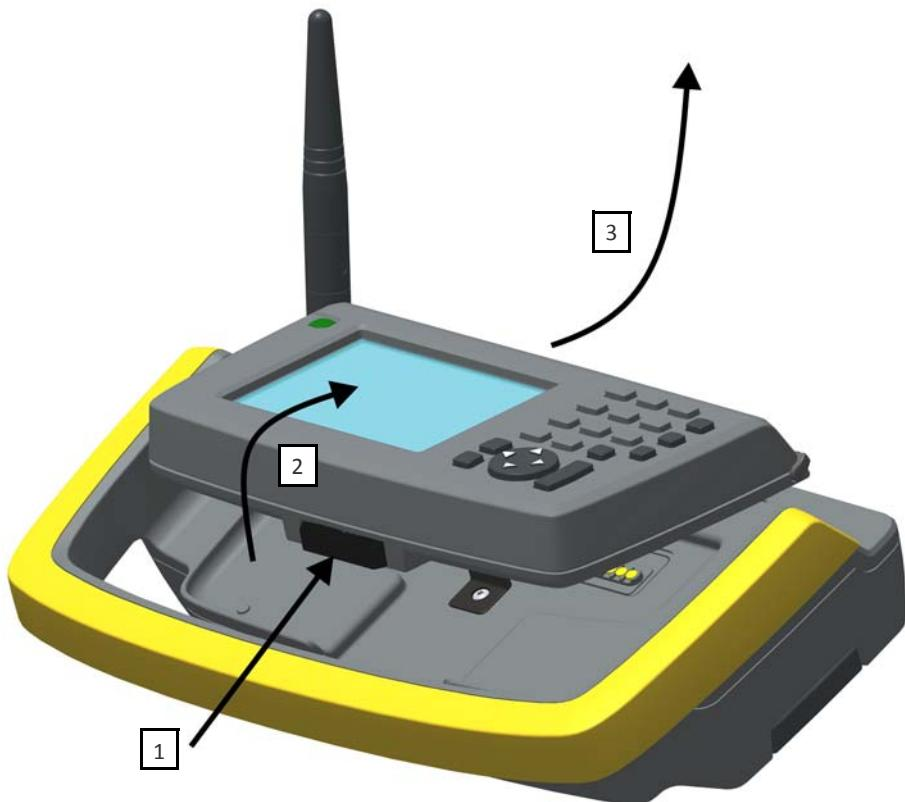

Рисунок 5.16 Снятие контроллера Trimble CU с держателя Trimble Robotic
1. Нажмите кнопку фиксатора в нижней части контроллера Trimble CU (1) и поднимите нижнюю часть Trimble CU с держателя (2).
2. Снимите верхнюю часть контроллера Trimble CU с верхнего края держателя контроллера и снимите Trimble CU с держателя (3), Рисунок 5.16.